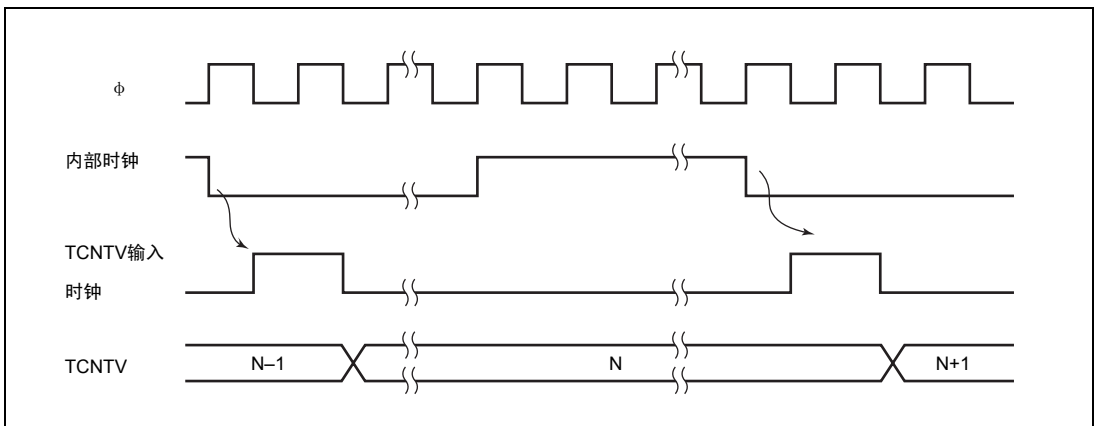
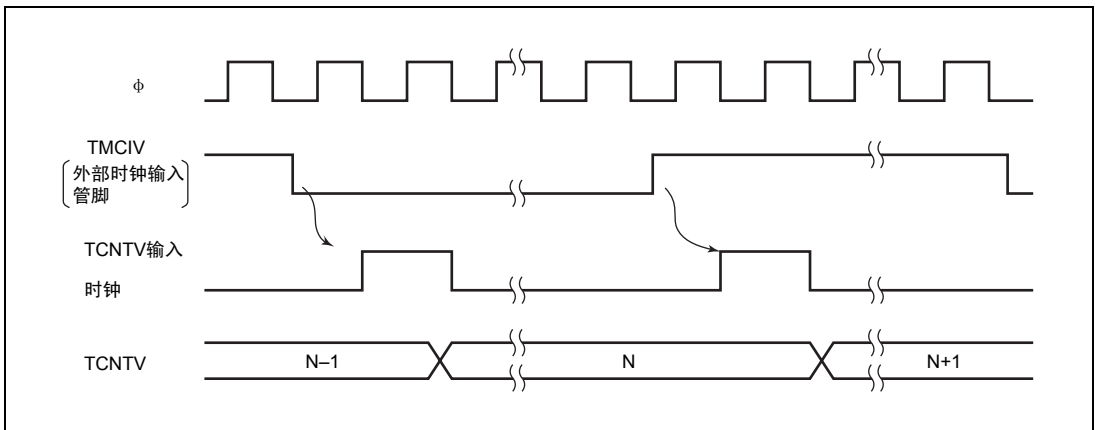

图 11.2 内部时钟运行时的计数时序
图 11.3 外部时钟运行时的计数时序
1. 定时器 V 的运行时钟根据表 11.2, 能选择预定标器 S 输出的 6 种内部时钟或者外部时钟。如果选择运行时钟, TCNTV 就开始累加计数。选择内部时钟时的计数时序如图 11.2 所示, 选择外部时钟的两个边沿时的计数时序如图 11.3 所示。